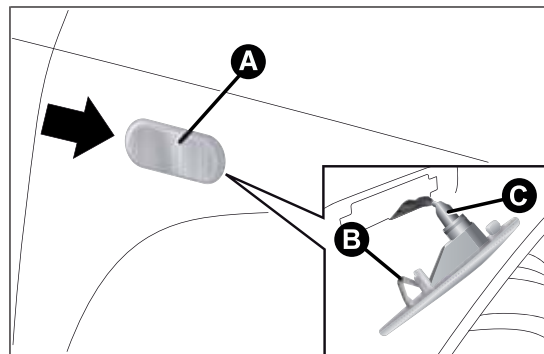

fig. 130
- ☐ intervenir en el transparente A fig. 130 de forma que se comprima el muelle interior B, a continuación extraer el grupo hacia el exterior;